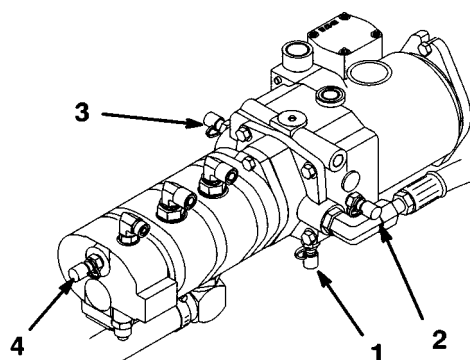

図 61
4. テストポート D (図 61) は、トランスミッションの下にあり、トランスミッションのチャージ圧の測定用です。
5. テストポート E (図 61) は、前進走行油圧の測定用です。
6. テストポートF (図61) は、後退走行油圧の測定用です。
7. テストポートG (図61) は、パワステ油圧の測定用です。